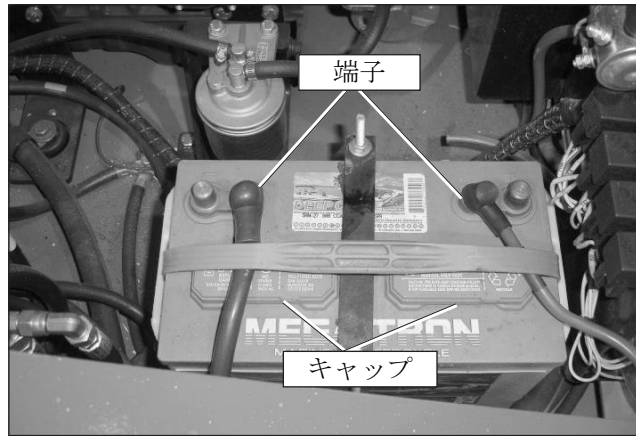

図 7.5 - バッテリー
電源は 600 CCA の 12V バッテリーから供給されます。バッテリーは、エンジンカバーの下のエンジンの左側にあります（図 7.5 を参照）。バッテリーは、本機と電気油圧コンポーネントを操作するための 12VDC 電源を供給します（非常電源設備を含む）。
1. バッテリーから、キャップを外します（図 7.5 を参照）。
1. バッテリー上部の端子とケーブル端部を点検します。これらに腐食や汚れがあってはなりません（図 7.5 を参照）。